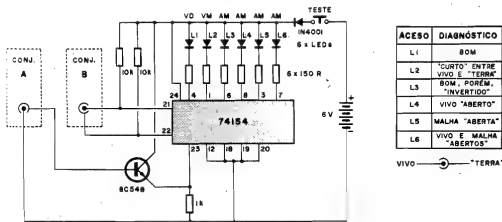

Fig.1
- FIG. 1 - O CIRCUITO - Toda a parte "ativa" do circuito está centrada num único Integrado digital da "família" TTL, meio "taludão" (24 pinos) mas de custo moderado e não difícil de encontrar: o 74154. Este é um múltiplo-